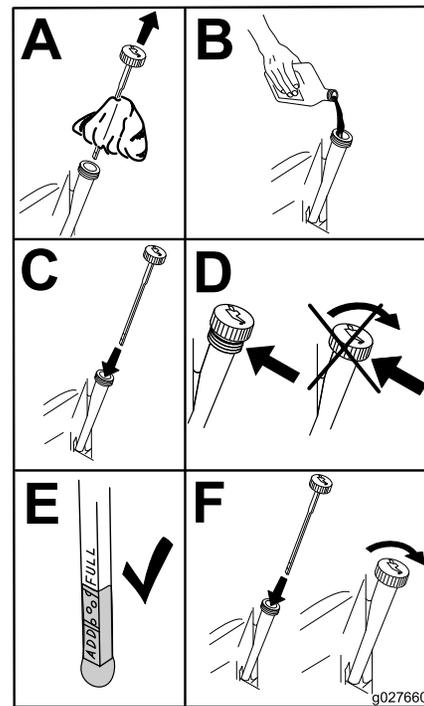

Figura 45
5. Deite cerca de 80% do óleo especificado no tubo de enchimento e adicione lentamente o óleo adicional para atingir a marca **Full (cheio)** (Figura 45).